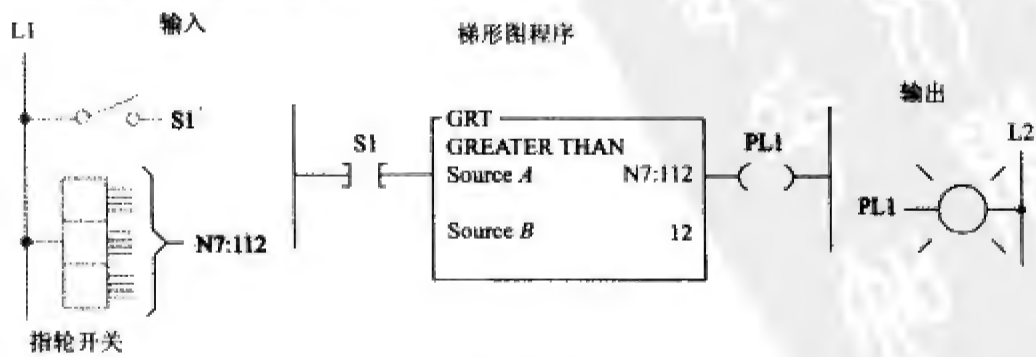

图 10-47
5. 研究图 10-47 所示的数据比较程序, 回答以下问题: